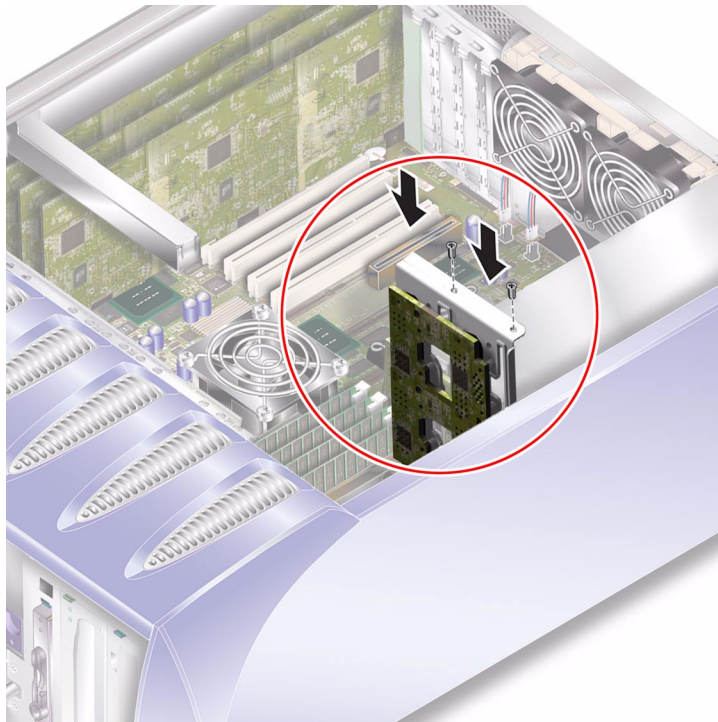

図 1-14 配電盤の取り付け
1. PDB の底部にある 2 本のピンをガイドとして使用して、装置をサーバーの正しい位置に配置します。詳細は、図 1-14 を参照してください。